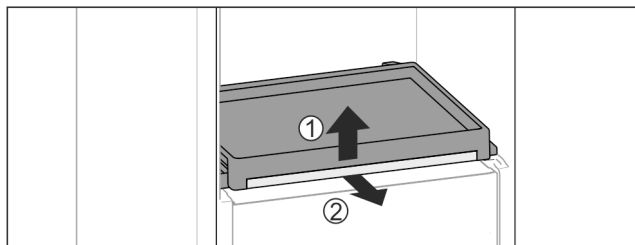

Fig. 113
- Rimuovere il ripiano estraibile con ripiano di vetro: sollevare leggermente in avanti il ripiano di vetro *Fig. 113 (1)* e tirarlo in avanti *Fig. 113 (2)*.